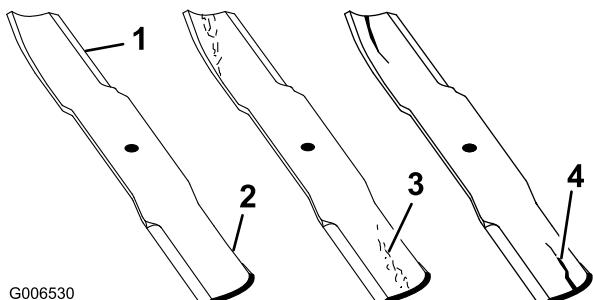

Figura 28
2. Examine cuidadosamente los extremos de corte de la cuchilla, sobre todo en el punto de reunión entre la parte plana y la parte curva de la cuchilla (Figura 28). Puesto que la arena y los materiales abrasivos pueden desgastar el metal que conecta las partes curva y plana de la cuchilla, compruebe la cuchilla antes de utilizar la máquina. Si observa señales de desgaste (Figura 28), cambie la cuchilla; consulte Cómo retirar la cuchilla.
Si se permite que la cuchilla se desgaste, se formará una hendidura entre la vela y la parte plana de la cuchilla (Figura 28). Con el tiempo, una parte de la cuchilla podría desprendese y salir lanzada desde debajo de la carcasa, posiblemente causando lesiones graves a usted o a otra persona.